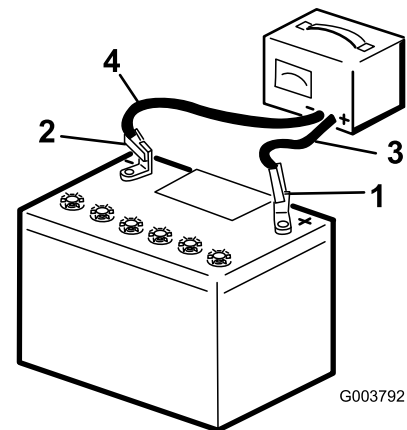

Figura 52
2. Cargue la batería durante 4 a 8 horas a un ritmo de 3 a 4 A (Figura 52). No sobrecargue la batería.
electricidad, luego desconecte los cables del cargador de los bornes de la batería (Figura 52).